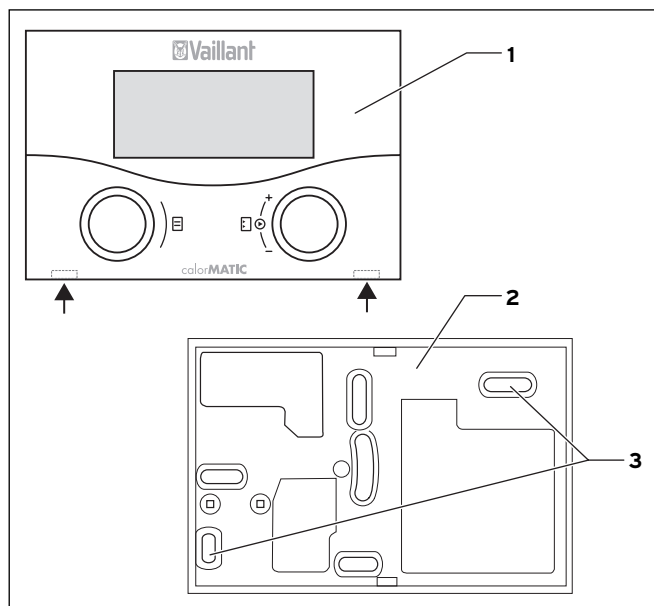

Fig. 4.2 Montaggio di calorMATIC 392f
- ⇒ Staccare la centralina di termoregolazione (1) dal supporto murale (2) inserendo un cacciavite in corrispondenza delle due linguette d'arresto (vedere freccia in fig. 4.2).
- ⇒ Praticare due fori con un diametro di 6 mm in corrispondenza dei fori di fissaggio (3).